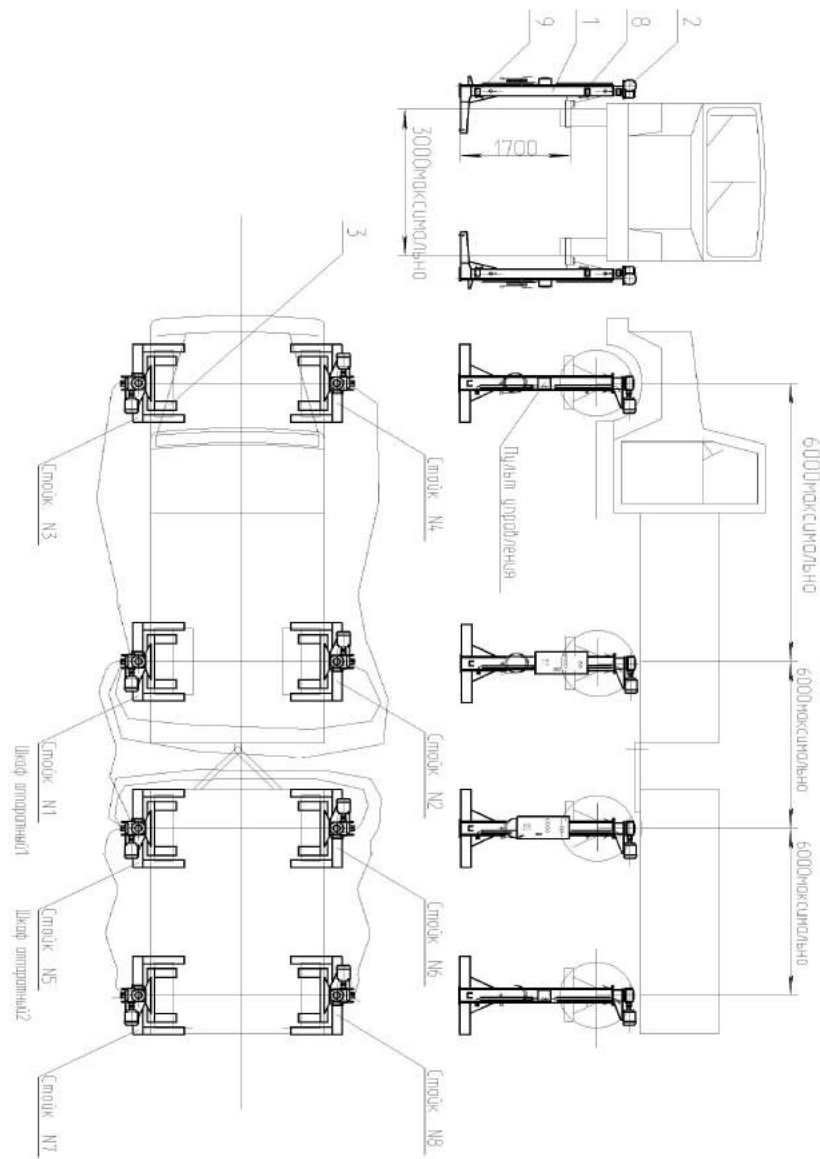
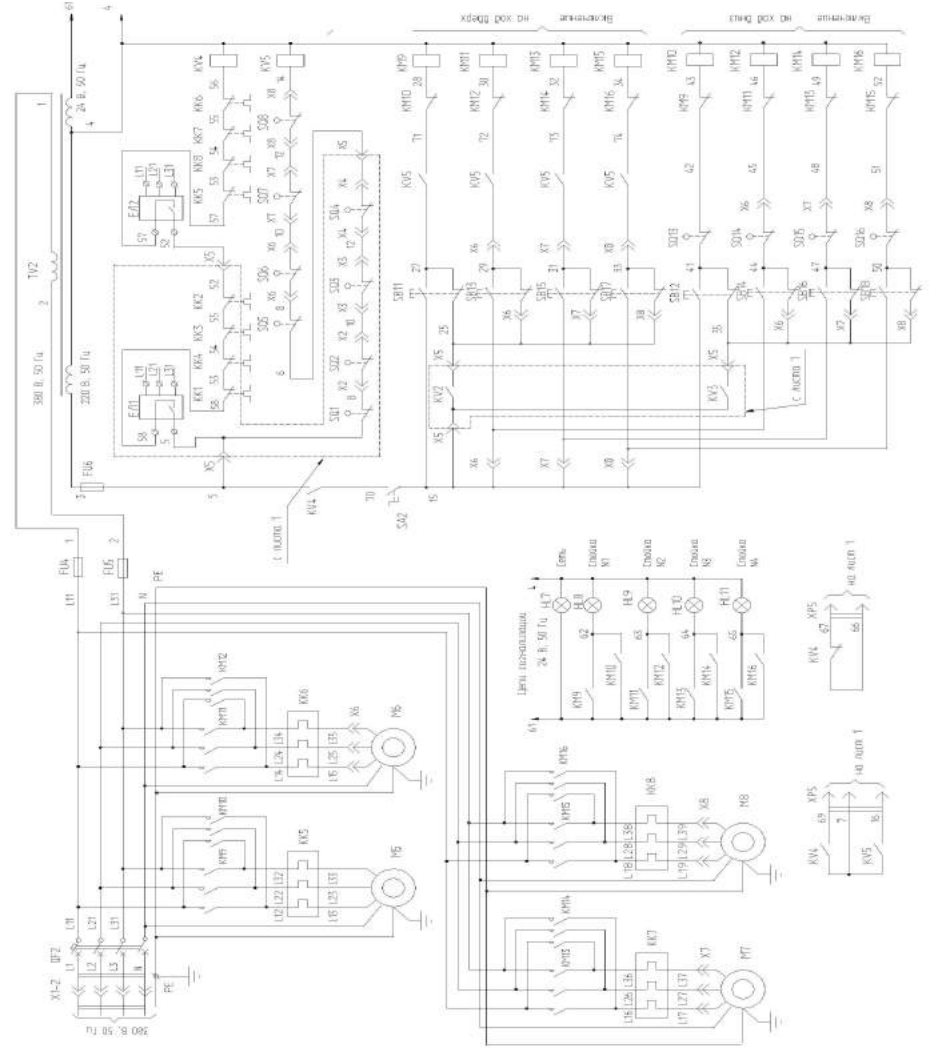
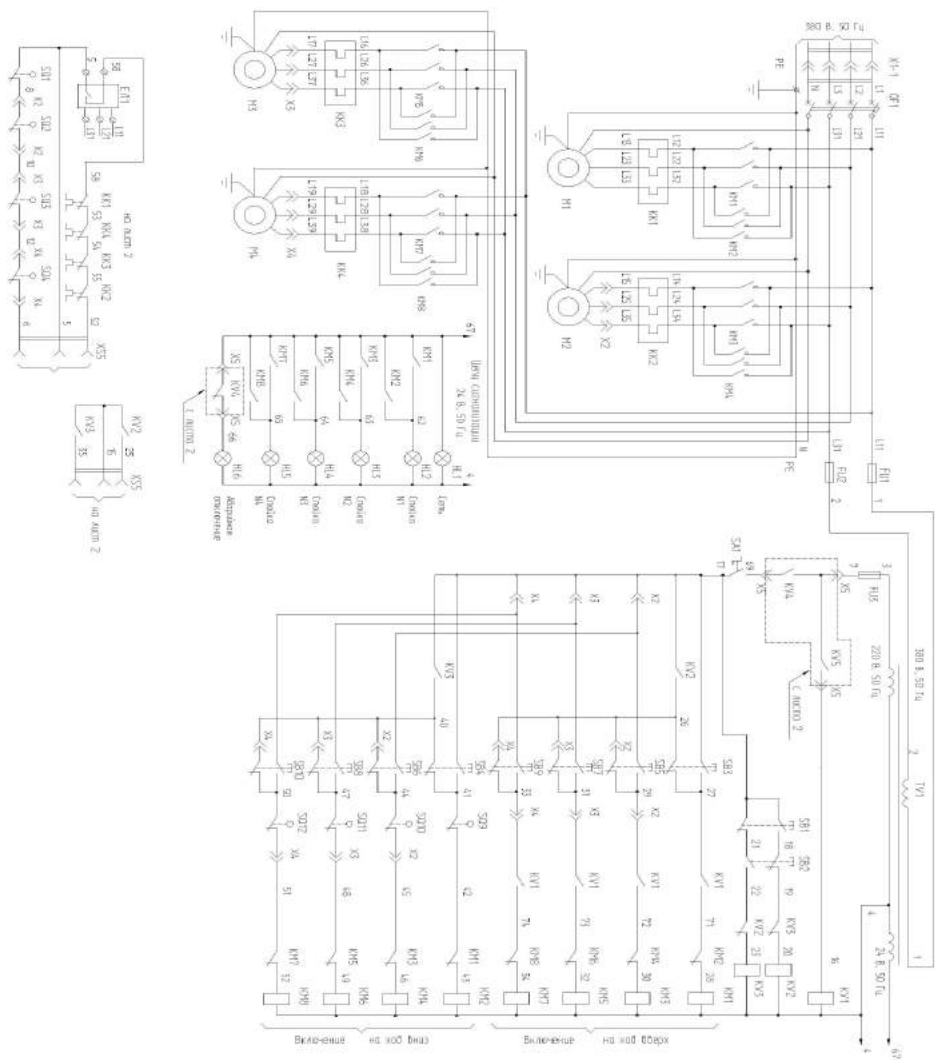

Рис. 1. Подъемник передвижной ПП-32
Рис. 2. Схема электрическая принципиальная ПП-32 (Лист 1, Листов 2)
Рис. 3 Схема электрическая принципиальная ПП-32
4.1. Подъемник состоит из восьми стоек (см. Рис.1 и Рис.2), каждая из которых имеет электромеханический привод, каретку, грузовой винт, рабочую и страховую гайки, конечные выключатели верхнего и нижнего положения кареток. На первой стойке установлен шкаф аппаратный, имеющий корпус с панелью электрооборудования, автоматический выключатель, лампочку «Сеть», кнопки «Вверх» и «Вниз» для управления первой стойкой и кнопки «Вверх» и «Вниз» для управления всеми стойками одновременно. На стойке №5 установлен второй аппаратный шкаф который соединён с первым соединительным кабелем и обеспечивает работу стоек 5;6;7;8 в автономном режиме.
4.3. Описание работы схемы электрической (см. Рис. 2, Рис.3).